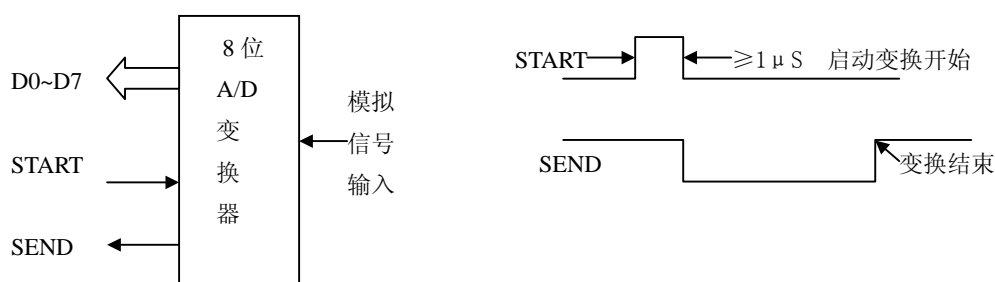

图 A.11 A/D 变换器工作原理
- (1) 设定 8255 的三个端口均为输出，输出用来控制 24 个彩灯（设 0 为亮），分别编写程序段完成单灯循环和双灯循环。
- (2) 编写程序段完成，灯 0 亮→灯 0、1 亮→……灯 0、1、…、23 亮→灯 23 灭→灯 22、23 灭→……灯 0、1、…、23 灭，依次循环。
5. 8255A 经常与 A/D 变换器配合构成数据采集系统。A/D 变换器的原理框图机主要工作时序如图 A.11 所示。设计 8255A、A/D 变换器、8086 最小方式总线之间的连接，8255A 的端口地址范围为 260~26FH，编写 8255A 的初始化和采集 N 个数据的程序段（可用中断方式，也可用查询方式）。